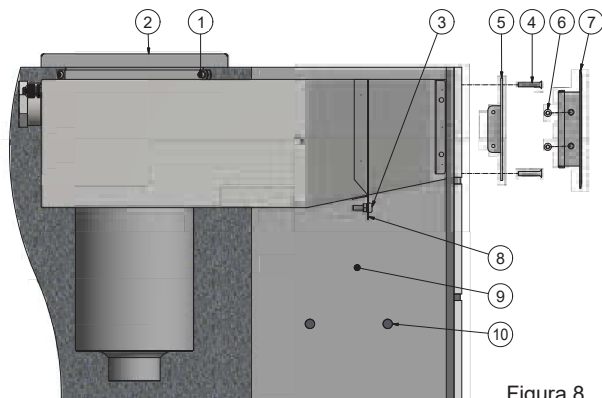

Figura 8.
3. Conecte un cable (de al menos 6 mm²) con un terminal de cable de anillo desde las bridas de moldeado hasta la conexión a tierra (consulte la posición 3 de la figura 8). Con el producto se incluyen el tornillo, la arandela dentada y la tuerca. Si se utilizan otros componentes, debe asegurarse de que sean inoxidables (al menos A4).
8. Monte el marco de fijación y fíjelo con los tornillos incluidos (4 uds. M5x30), consulte la figura 8.